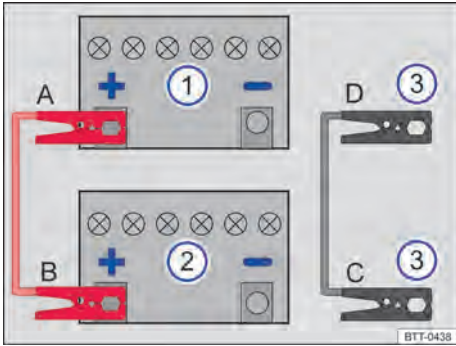
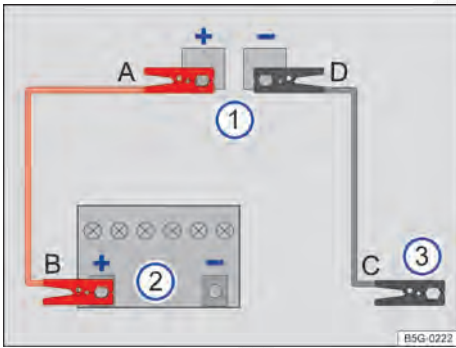

Fig. 315 Esquema para a conexão dos cabos auxiliares de partida no veículo que presta auxílio à partida (bateria do veículo no compartimento do motor).
Fig. 316 Esquema para a conexão dos cabos auxiliares de partida no veículo que presta auxílio à partida (bateria do veículo no compartimento de bagagem).
Legenda para Fig. 315 e Fig. 316:
Conectar o cabo auxiliar de partida somente na sequência **A - B - C - D** → Fig. 315.
- Conectar uma extremidade do cabo auxiliar de partida *vermelho* ao polo positivo (+) do veículo com a bateria do veículo descarregada → Fig. 315 ① → ▲.
- Conectar a outra extremidade do cabo auxiliar de partida *vermelho* ao polo positivo (+) da bateria do veículo fornecedora de corrente → Fig. 315 ②.
- Conectar uma extremidade do cabo auxiliar de partida *preto* → Fig. 315 ③, de preferência, num ponto de auxílio à partida (ponto de aterramento), ou então, na argola de reboque dianteira rosçada, conectar uma peça metálica maciça firmemente aparafusada com o bloco do motor ou no próprio bloco do motor.
- Conectar a outra extremidade do cabo auxiliar de partida *preto* → Fig. 315 ③ no veículo com a bateria descarregada, de preferência, ao ponto de auxílio à partida (ponto de aterramento) → Página 465 ou então na argola de reboque dianteira aparafusada → Página 468, ►
Conectar o cabo auxiliar de partida somente na sequência **A – B – C – D** → Fig. 316.
- Conectar uma extremidade do cabo auxiliar de partida *vermelho* ao ponto de auxílio à partida (polo positivo (+) do veículo com a bateria do veículo descarregada → Fig. 316 ① → .
- Conectar a outra extremidade do cabo auxiliar de partida *vermelho* ao polo positivo (+) da bateria do veículo fornecedora de corrente → Fig. 316 ②.
- Conectar uma extremidade do cabo auxiliar de partida *preto* → Fig. 316 ③, de preferência, num ponto de auxílio à partida (ponto de aterramento), ou então, na argola de reboque dianteira roscada, conectar uma peça metálica maciça firmemente aparafusada com o bloco do motor ou no próprio bloco do motor.
- Conectar a outra extremidade do cabo auxiliar de partida *preto* → Fig. 316 ③ no veículo com a bateria descarregada, de preferência, ao ponto de auxílio à partida (ponto de aterramento) → Página 465 ou então na argola de reboque dianteira aparafusada → Página 468, numa peça metálica maciça firmemente aparafusada com o bloco do motor ou no próprio bloco do motor → .
- Conectar a outra extremidade do cabo auxiliar de partida *preto* no veículo com a bateria do veículo descarregada no ponto de auxílio à partida (ponto de aterramento) → Página 465 → Fig. 316 ④ → .
- Desconectar o cabo auxiliar de partida com o motor em funcionamento somente na sequência **D – C – B – A** → Fig. 315 ou → Fig. 316.